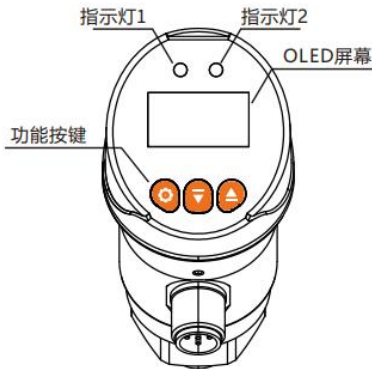

图9 显示与操作单元
(1) 迟滞功能常开: 输出 $x=[HNO]$ (参考图 9)
迟滞功能常闭: 输出 $x=[HNC]$ (参考图 9)